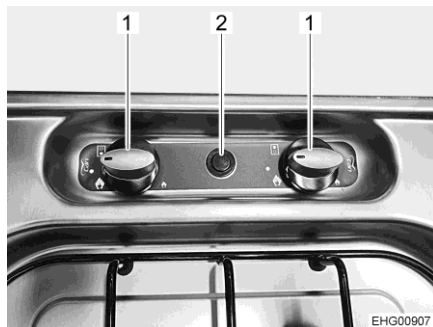

Fig. 106 Réchaud à gaz
- Tourner le bouton tournant (Fig. 106,1) du brûleur désiré en position d'allumage (grande flamme).
- Presser le bouton-poussoir (Fig. 106,2). Une étincelle d'allumage est générée sur le brûleur. Appuyer plusieurs fois sur le bouton-poussoir si nécessaire.